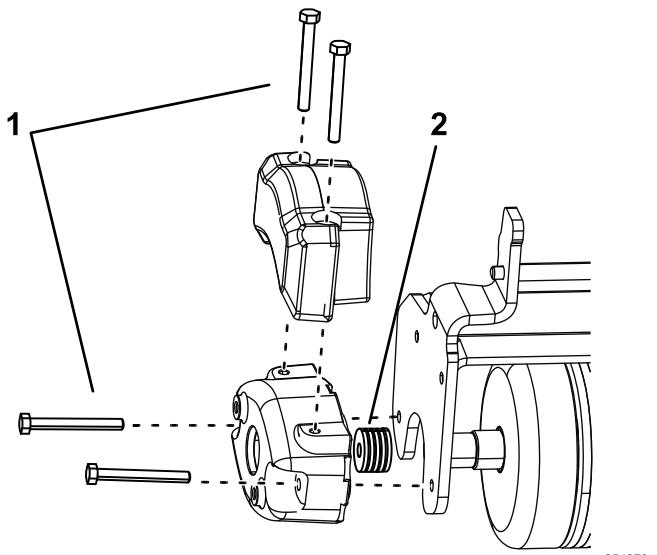

Figura 5
- Instale 2 pernos (5/16"-18 x 2 $\frac{3}{4}$ ") como se muestra en la Figura 5.
- Instale 4 espaciadores (3 mm) en cada perno, entre el contrapeso y la placa lateral del rodillo triple (Figura 5).